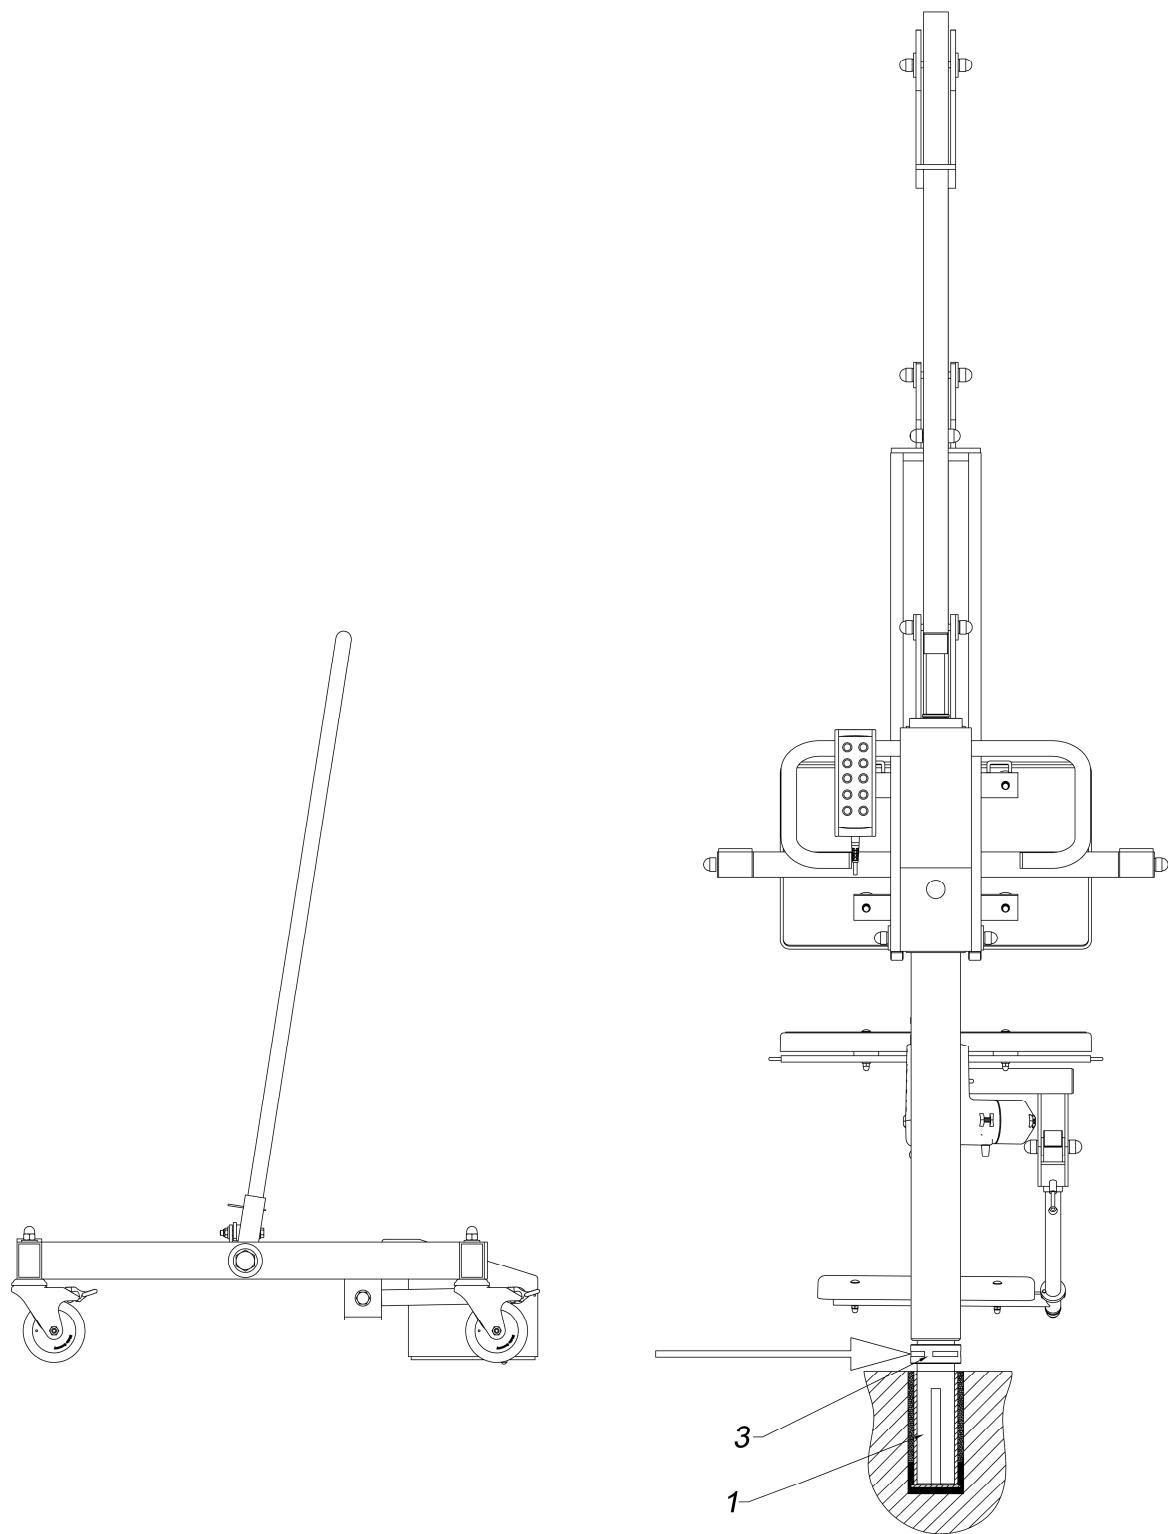

Abb. 5 - Anfahren des Transportwagens
- (1) Bodenhülse R29H (siehe Abb. 5)
- (2) Säule
- (3) Transportring
- (4) Lifterarm
- (5) Tragarm
- (6) Befestigungsschrauben für Höhenverstellung M10x75 mit Mutter
- (7) Befestigungshaken für optional erhältlichen Handgriff oder Tragetuch
- (8) Sitz und Rückenlehne
- (9) Armlehnen (verstellbar)
- (10) Fußstütze (verstellbar)
- (11) Sicherungsstift zum Entfernen des Sitzes